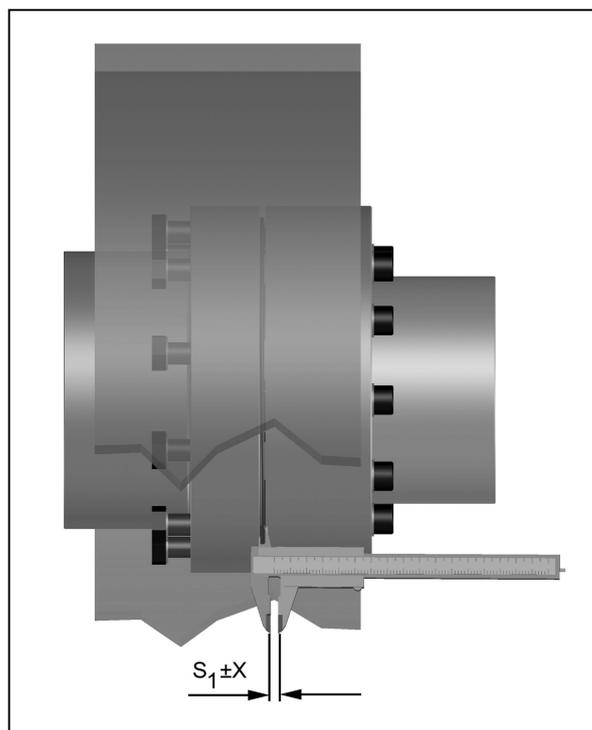

Bild 8
- Messen Sie gemäß Bild 8 das axiale Spaltmaß  $S_1$ .